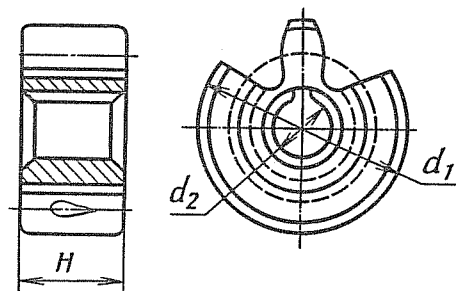

Рис. 101. Ведущая шестерня масляного насоса
2.2. Ведущая шестерня масляного насоса (рис. 101)